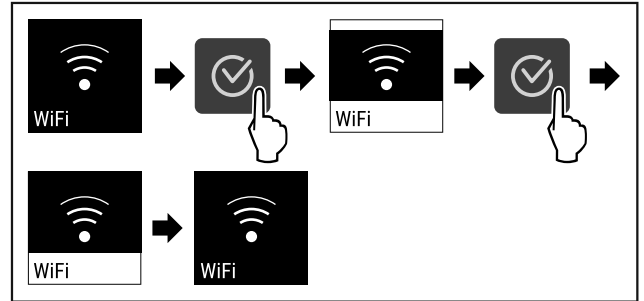

Fig. 77
- Proveďte akční kroky (viz Fig. 77).